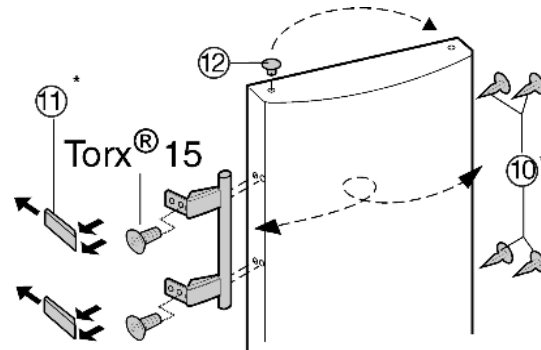

Fig. 9
- ▶ Извадете тапата Fig. 9 (12) от лагерната втулка на вратата и я преместете.
- ▶ Демонтирайте дръжките на вратата, тапите Fig. 9 (10) и притискателните плочи Fig. 9 (11) и ги монтирайте на другата страна.